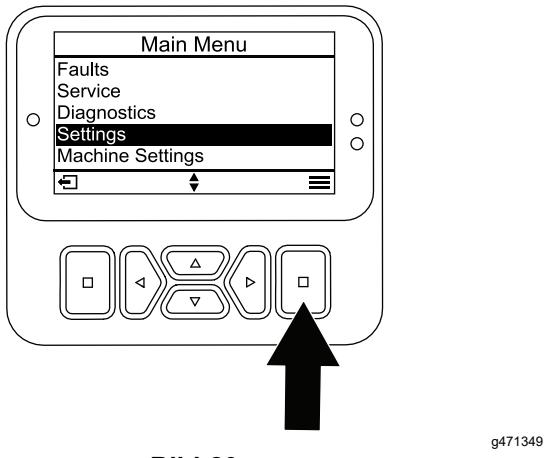

Bild 20
- Blättern Sie vom HAUPTMENÜ zum Menü EINSTELLUNGEN und drücken Sie die Auswahltaste (Bild 20).